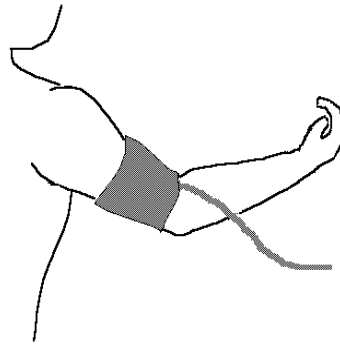

Abbildung 6.6
- Wickeln Sie die Manschette um den Arm. Sichern Sie, dass das Gasrohr ohne Verdrehen gestreckt wird, um Kompression oder Beschränkung der Druckröhren zu vermeiden. Nachdem Sie die Manschette wickeln, soll das untere Ende der Manschette 1 ~ 2 cm höher als das Ellenbogengelenk sein. Es ist besser für Dichtheit, die für ein oder zwei Finger sich einsetzen kann. Wenn die Anpassung zu lose ist, kann es zu Hochdruck Ergebnis führen. Wenn die Dichtheit zu fest ist, kann es zu niedrigem Druck führen und den Patient unbequem fühlen lassen. Der Lebenslauf des Armes Blutdruck kann auch sich beeinflussen (im Fall des niedrigen Drucks). Die Luftleitung der Manschette soll auf der Brachialis Arteria und auf der Verlängerungslinie vom Mittelfinger sich platzieren (siehe Abbildung 6.6).
- Verschiedene Manschette soll für Erwachsene, Pädiatrie und Neugeborenes gewählt werden. Vor Messung entlassen Sie den Luftrückstand in der Manschette weg. Stellen Sie das Schild (Φ) an der Manschette am Punkt, wo der brachiale Arterienpuls am deutlichsten ist. Es ist besser für die Dichtigkeit, dass für einen Finger sich einsetzen kann. Das untere Ende der Manschette soll 2 cm höher als das Ellenbogengelenk sein (siehe Abbildung 6.6 für Einzelheit).